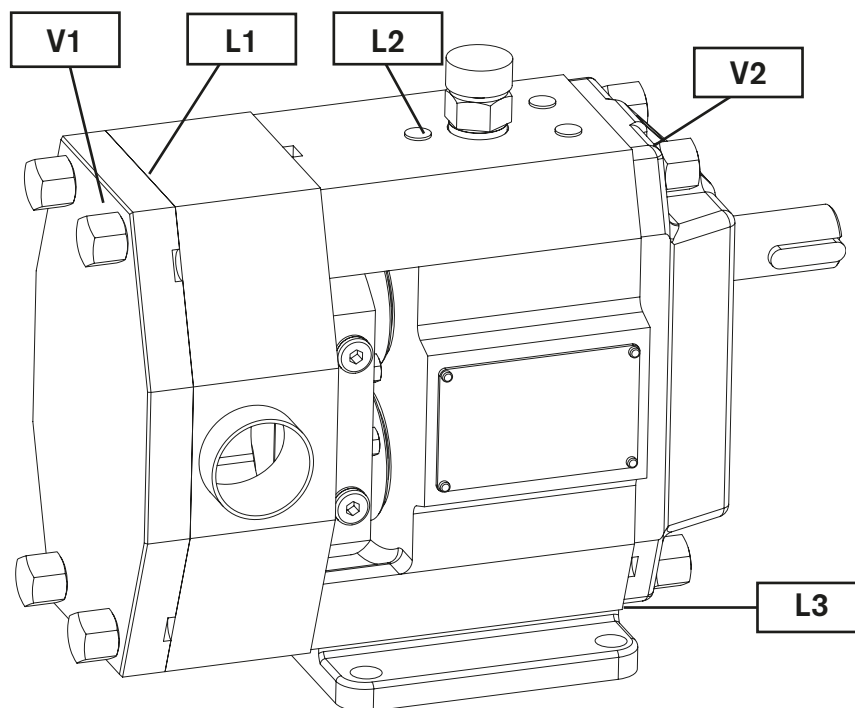

Abb. 1 – Position der Überwachungsmöglichkeiten und empfohlenen Meßstellen (wahlweise).
Die Oberflächentemperaturüberwachung ist außerordentlich wichtig in folgenden Bereichen, siehe Abb. 1:
- Überwachung der Oberflächentemperatur an der Pumpe an den angegebenen Stellen (siehe Abb. 1) und Regelung oder Überwachung der Spül- oder Sperrflüssigkeit der Wellenabdichtung im Falle, dass eine gequenchte Wellenabdichtung für ausreichenden Schutz gegen mögliche gefährliche Situationen sorgt.